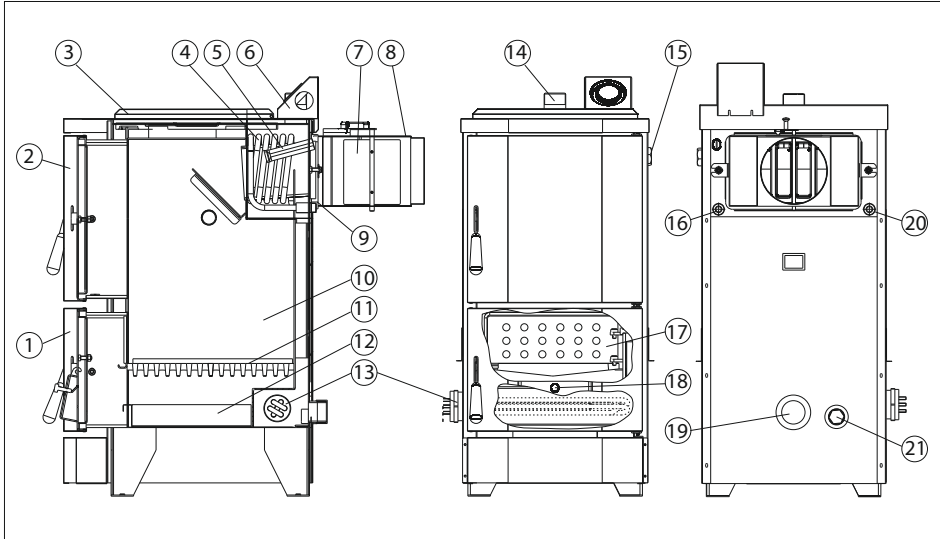

Рис. 1. Будова апарата
Перед пуском апарата в роботу необхідно обов'язково перевірити тягу в димоході. Для цього потрібно піднести аркуш тонкого паперу до відкритої заслінки (рис.1 поз.8), аркуш повинен засмоктуватись в середину апарата.
| (2) Стаканчик (поз.5 рис.1) |
Для установки ТЕНа необхідно злити воду з апарата (системи опалення), відкрутити заглушку (поз.13 рис.1) і встановити на її місце ТЕН з характеристиками, що відповідають таблиці 3. Залити воду в апарат (систему опалення). Перед запуском апарата перевірити герметичність установки ТЕНа.
- Зняти пробку на апараті (поз.15, рис.1) та встановити регулятор тяги.